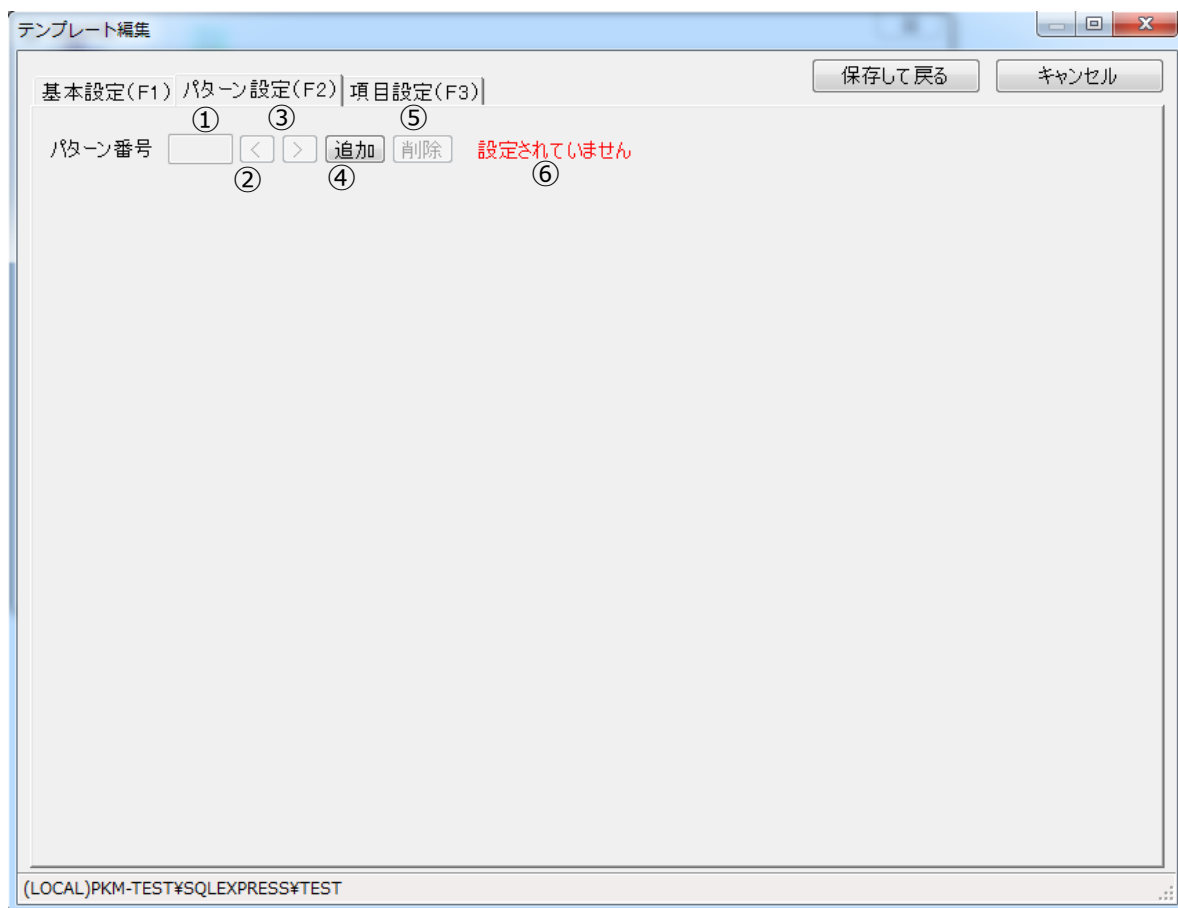

図 3
するとテーブル化の下の画面部分に項目が表示されました。(図3)
ではデータベース名を設定しましょう。今回はテンプレートファイル名を使用しましょう。**[自動]**ボタン(図3 ②)をクリックしましょう。